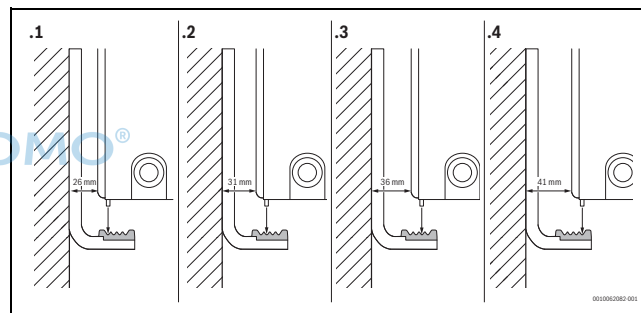

Bild 13 Befestigungsoptionen Typ 21, 22 und 33 für VC-, VCM-, A- und C-Profil/ Plan-Heizkörper
- ▶ Heizkörper an den Wandkonsolen befestigen. Unten anfangen (→ Abb. 13).
- ▶ Von der Verwendung der vierten Kerbe (→ Abb. 13) für die genannten Heizkörper in Verbindung mit der Anforderungsklasse 3 - AK3 wird abgeraten.